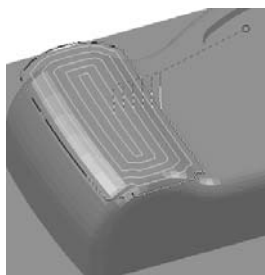
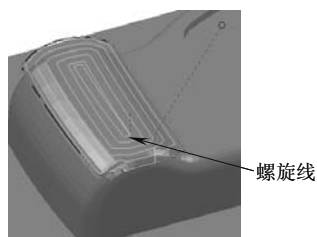

图 4-4 未勾选“螺旋”选项的刀具路径
图 4-5 勾选“螺旋”选项的刀具路径
3) 螺旋：由零件轮廓外向轮廓内产生连续的螺旋状偏置刀具路径。图 4-4 是未勾选“螺旋”选项时所生成的刀具路径，图 4-5 是勾选“螺旋”选项时所生成的刀具路径。可见，“螺旋”选项会使刀具路径按螺旋线生成，因此能减少提刀次数。